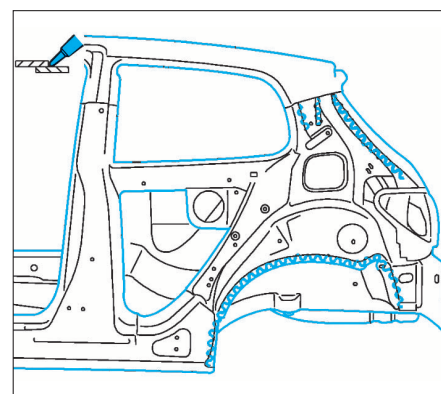

FIG. 122
- Après ajustage, déposer un cordon de colle (Fig.122).